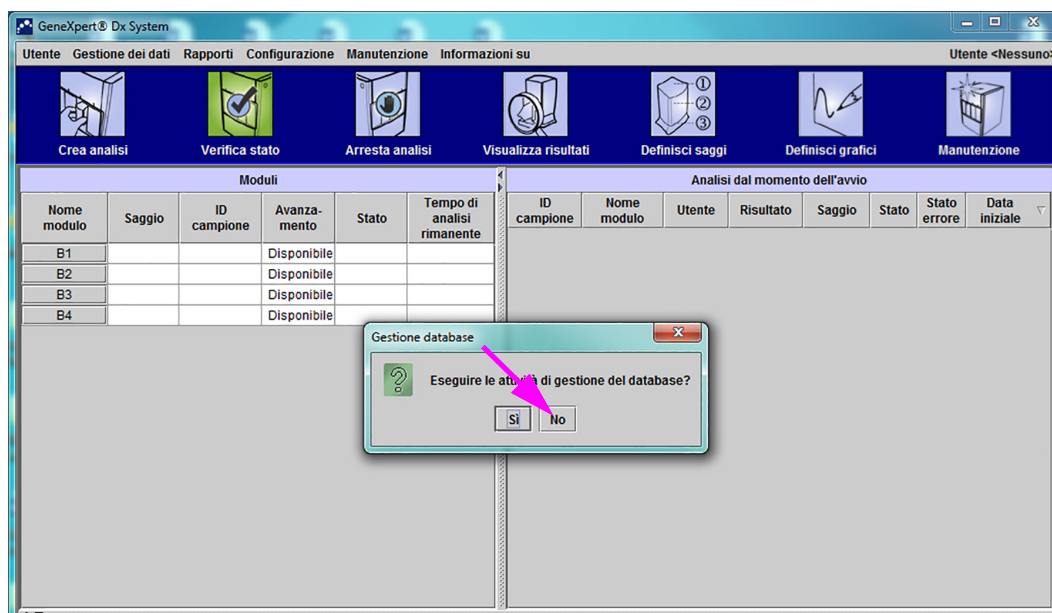

Figura 2-53. Finestra GeneXpert Dx System con sovrapposizione della finestra di dialogo Gestione database
1. Nella finestra di dialogo Assegna lettera dello strumento, fare clic su **OK** per riconoscere l'assegnazione delle lettere agli strumenti. Tale azione chiude la finestra di dialogo. Viene visualizzata la finestra di dialogo Gestione database (vedere la Figura 2-53).